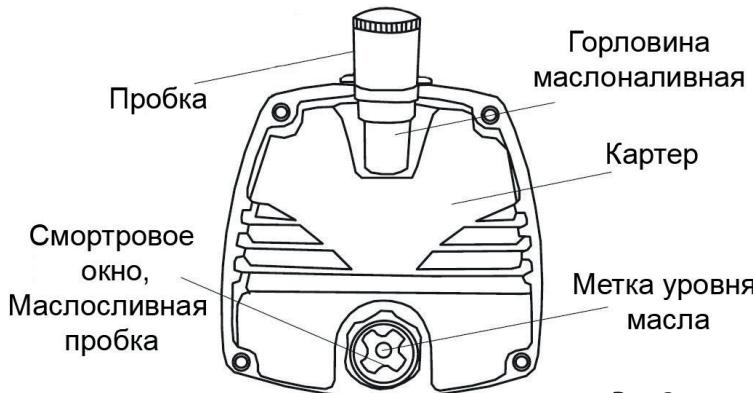

Рис. 3
- Проверьте уровень масла в смотровом окне (См. Рис. 3).
- Отберните транспортную заглушку маслоналивной горловины и залейте масло в картер, до уровня красной отметки (См. Рис.3).